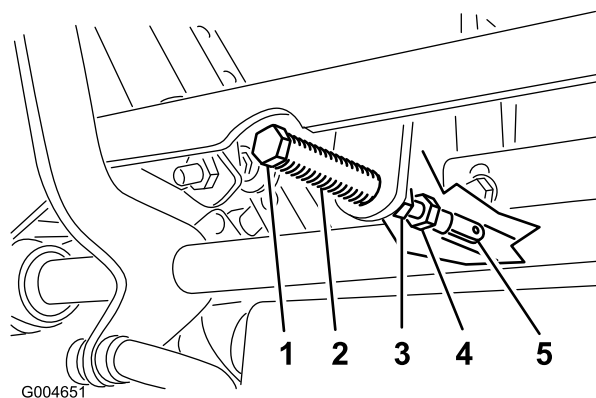

Figura 53
5. Tirate indietro la leva finché il cavallotto con testa (sul braccio sottostante l'albero di articolazione) non tocca l'estremità della scanalatura (inizia a premere sulla molla), come illustrato nella Figura 53.
7. Se occorre regolare, allentate il dado e il controdado contro la forcella (Figura 53).
8. Premendo leggermente indietro la leva di controllo del movimento, girate la testa del bullone di regolazione nella direzione opportuna finché la leva di controllo non si trova al centro, in posizione di BLOCCO IN FOLLE (Figura 53).
9. Serrate il dado e il controdado (Figura 53).
10. Serrate i controdadi dei giunti a sfera (Figura 53).